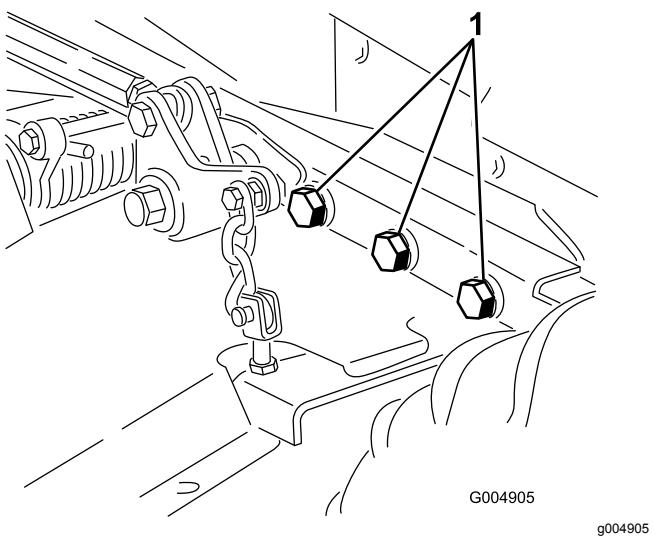

Figura 81
4. Compruebe que todos los herrajes están bien apretados; apriételos si es necesario. En particular, apriete los 6 pernos que fijan el bastidor de la carcasa de corte a la unidad de tracción (Figura 81) a 359 N·m (265 pies-libra).